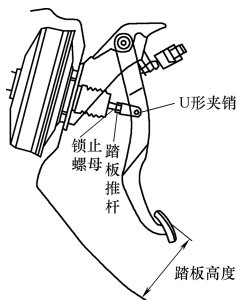

图 3-173 调整制动踏板自由行程
①松开锁止螺母。②转动制动踏板推杆直到踏板高度正确。③上紧锁止螺母。④调整好踏板高度之后, 检查踏板自由行程, 如图 3-173 所示。